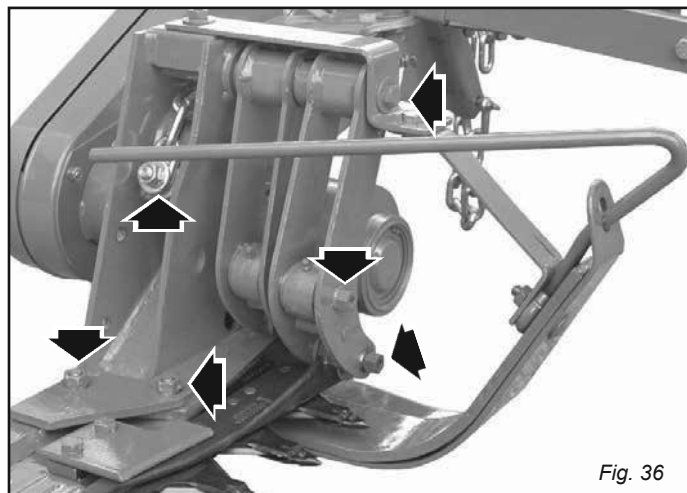

Fig. 36
- Durant les premières heures de travail, contrôler le serrage des vis (Fig. 36).
- Contrôler le serrage de boulons sur les bielles (Fig. 36).